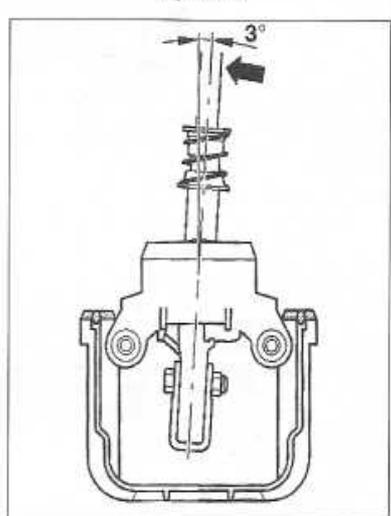

Figure 3-5
- Ajuster le levier et l'incliner vers l'arrière d'environ 3° par rapport à la verticale (**figure 3-5**).
*Si ce n'est pas le cas, régler l'écart (B).*